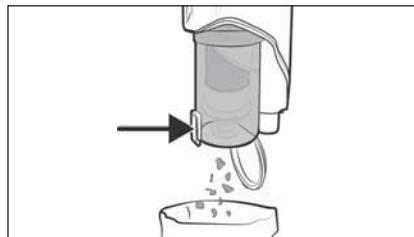

Afb. 15
- ◆ Om het accessoire te verwijderen, houdt u de ontgrendelknop van het accessoire ingedrukt en trekt u het accessoire van de zuigbuis **⑯** of de zuigopening van het apparaat af (zie afb. 15).